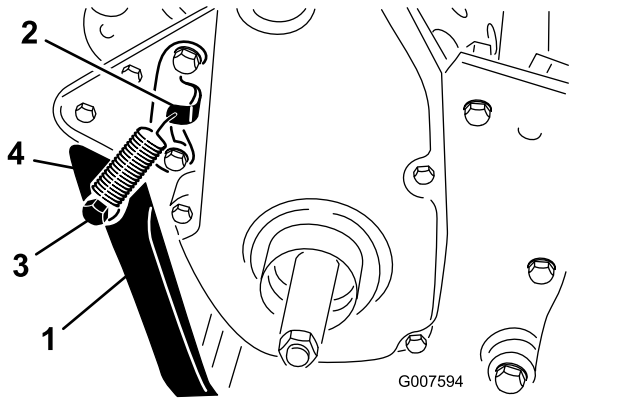

Figura 8
2. Prenda a mola no furo do suporte da mola e na fixação da mola alinhando a cavilha da mola com os furos de montagem na parte traseira do chassis (Figura 8).
3. Monte o apoio em cada lado do chassis com um parafuso, anilha de bloqueio, espaçador, anilha de cabeça chata e porca de bloqueio (Figura 8).